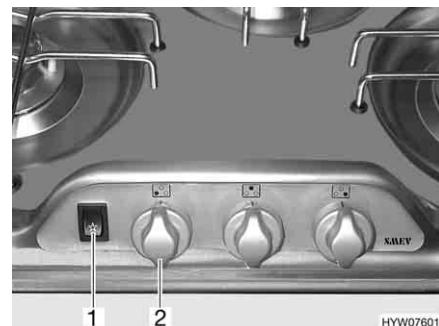

Bild 181 Bedienelemente für Gas-
- Drehregler (Bild 180,1 oder Bild 181,2) der gewünschten Brennstelle auf Zündposition (große Flamme) drehen.
- Wippschalter (Bild 180,2 oder Bild 181,1) drücken. Am Brenner werden Zündfunken erzeugt.